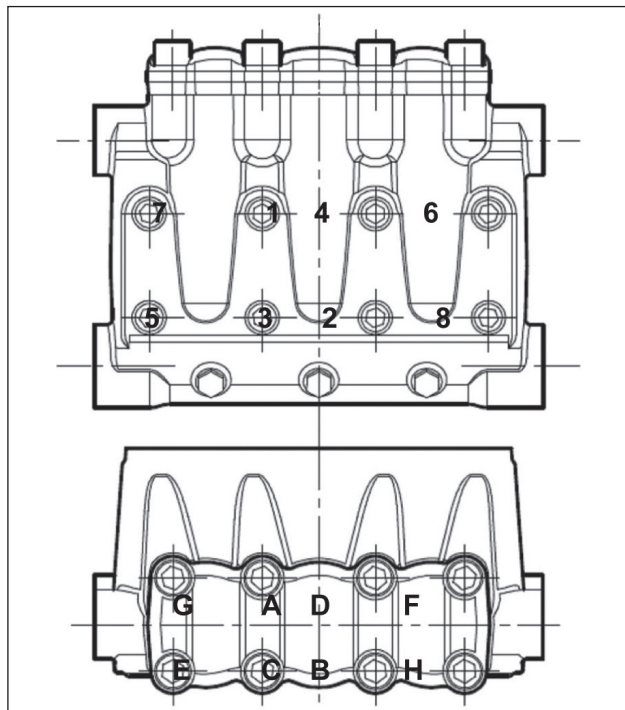

Fig. 34
** Os parafusos de fixação do cabeçote pos. de explosão 47 devem ser apertados com chave dinamométrica, respeitando a ordem relacionada no esquema da (Fig. 34).
*** Os parafusos de fixação da cobertura da válvula pos. de explosão 45 devem ser apertados com chave dinamométrica, respeitando a ordem relacionada no esquema da (Fig. 34).